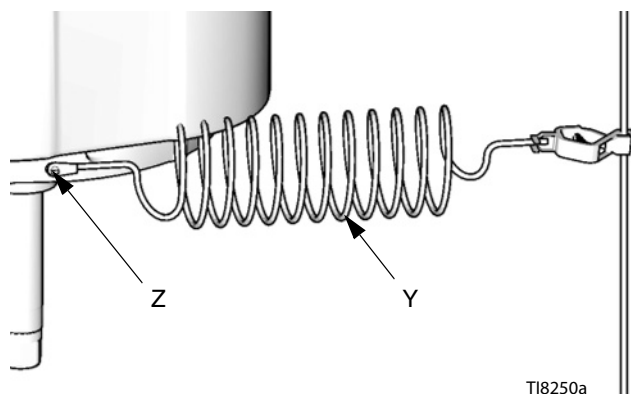

Рис. 1. Провод заземления
Насос: Используйте зажим и провод заземления. См. РИС. 1. Извлеките зеленый винт заземления (Z) из нижней части пневматического двигателя. Вставьте винт в петлю на конце провода заземления (Y) и установите винт обратно в пневматический двигатель. Соедините зажим заземления с точкой истинного заземления. Номер детали для заказа: 244524 - Зажим и провод заземления.